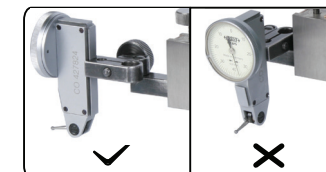

fig.2
---Instale o indicador de teste do mostrador corretamente, conforme a fig.2.